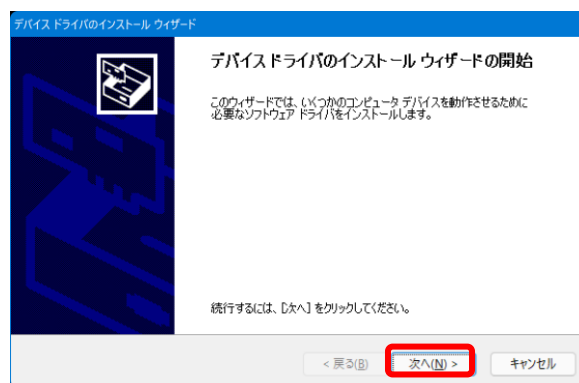

図4
- ③ 次の画面では、「次へ(N) >」をクリックします（図4）